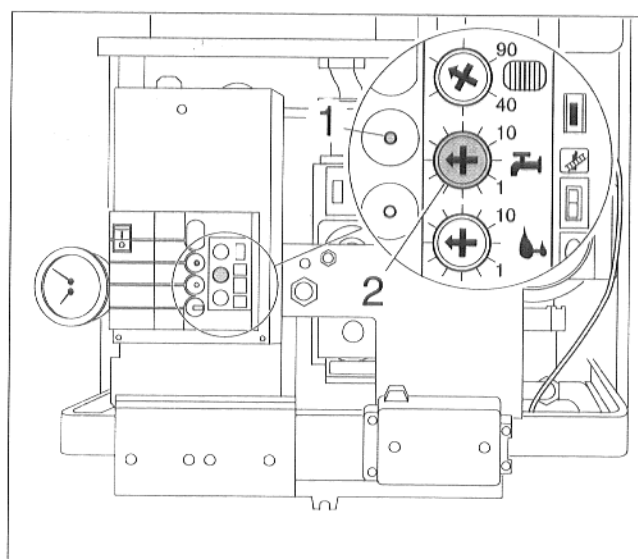

Abb. 22 Voreinstellung für „Brennerdruck kontrollieren“
- Servicetaste (Abb. 22, Pos. 1) drücken und ca. 10 s gedrückt halten (Display: „-Y“).
- Regler für Brauchwasser (Abb. 22, Pos. 2) auf „1“ stellen.